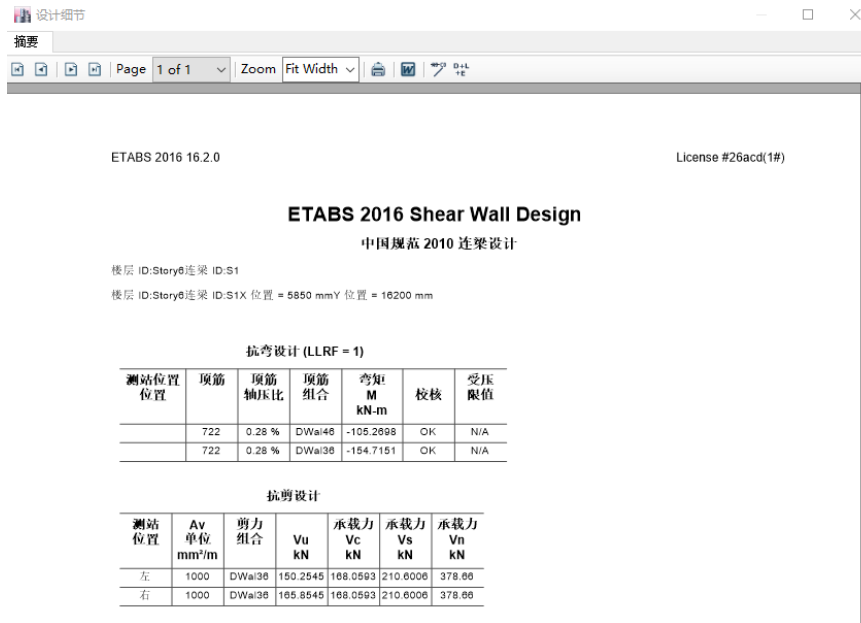

图 9-6 连梁设计细节对话框
11. 在三维视图中右击任一根连梁，弹出**设计细节**对话框，如图 9-6 所示：